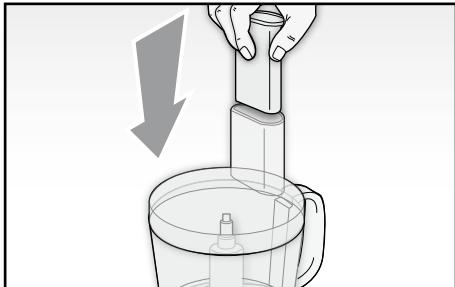

Fig. 7
- Se durante il funzionamento si rendesse necessario aggiungere alimenti, utilizzare il foro presente sul coperchio (O). Spingere gli alimenti inseriti con l'ausilio del premicibo (G) (Fig. 7).